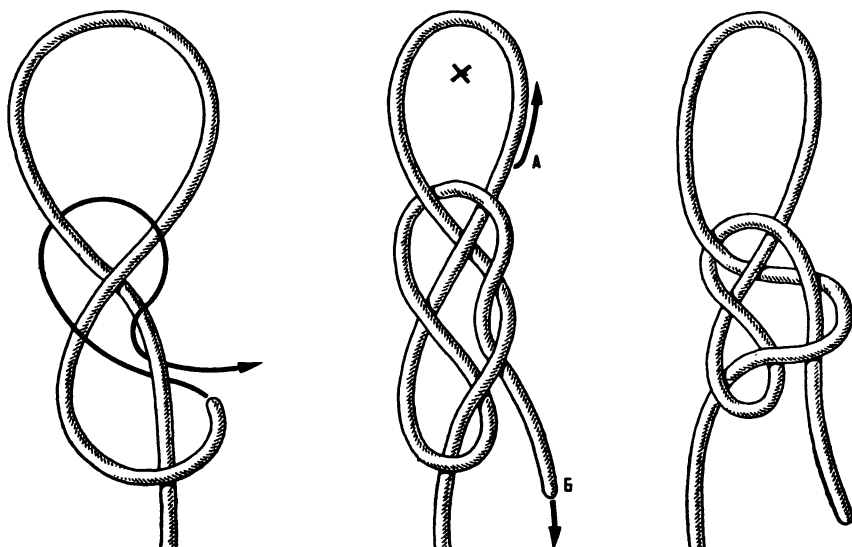

Рис. 118. Кабестановая петля
**Кабестановая петля** (рис. 118). По своему принципу этот узел такой же, как и предыдущий крабий узел. При сильном рывке за концы, обозначенные буквами *А* и *Б*, узел меняет свою характеристику и из затяжной петли превращается в незатягивающуюся петлю.